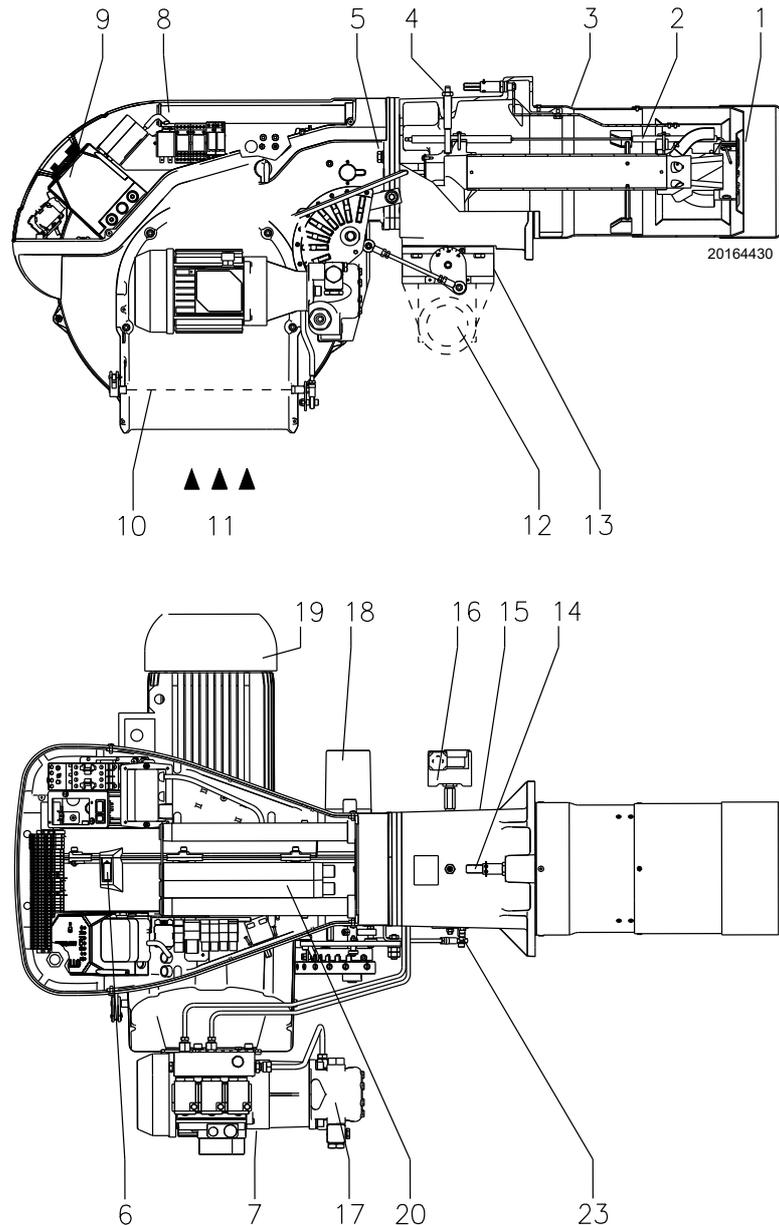

Fig. 5
(1) Conditions de référence : Température ambiante 20° C - Température du gaz 15° C - Pression barométrique 1 013 mbar - Altitude 0 m s.n.m.
(2) Pression à la prise 4)(Fig. 5, à la page 11) avec pression zéro dans la chambre de combustion et à la puissance maximale du brûleur.
(3) Pression sonore mesurée dans le laboratoire de combustion du constructeur, avec le brûleur fonctionnant sur la chaudière d'essai, à la puissance maximale.